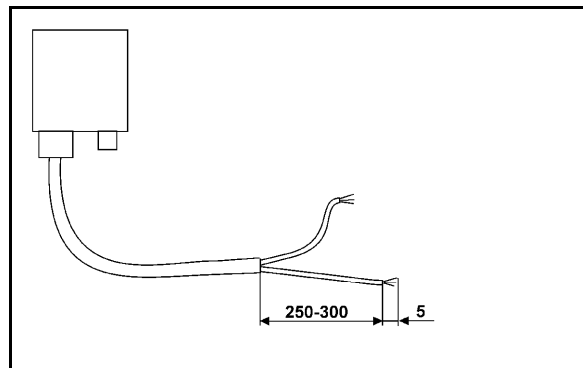

Рис. 4
3. Снимите оболочку прим. на 250–300 мм (Рис. 4) с конца кабеля.
- Зачистите концы кабеля (Рис. 4) на 5 мм.